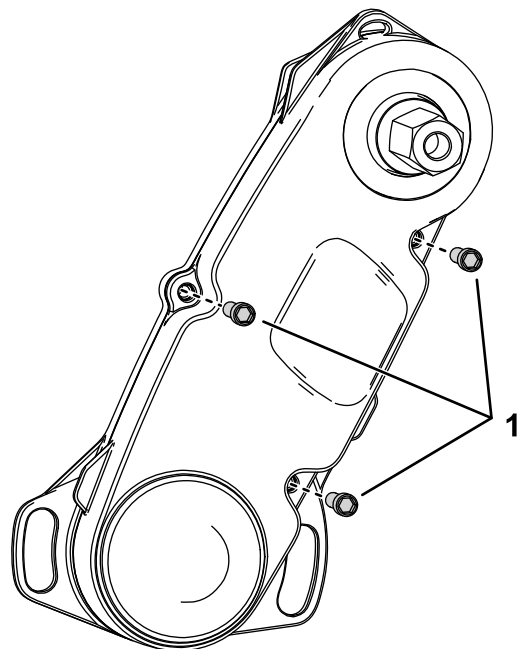

**Figure 5**
8. Posez le moyeu de l'entraînement de rodage sur l'arbre d'entraînement du cylindre (Figure 5).